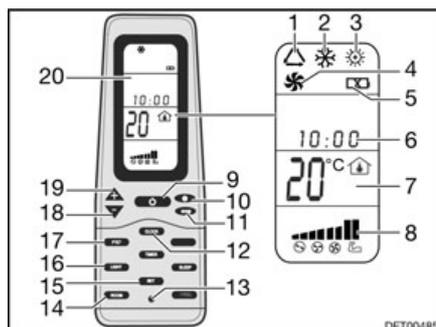

Fig. 191 Mando a distancia
- Pulsar la tecla ON/OFF (Fig. 191,9).
- Pulsar la tecla "Mode" (Fig. 191,11) las veces que sean necesarias hasta que se visualice el modo de funcionamiento deseado (Fig. 191,1, 2, 3 ó 4) en el display (Fig. 191,20).
- Ajustar la temperatura deseada con las teclas "+" (Fig. 191,19) y "-" (Fig. 191,18).
- Seleccionar la etapa deseada del ventilador con la tecla Velocidad del ventilador (Fig. 191,10).